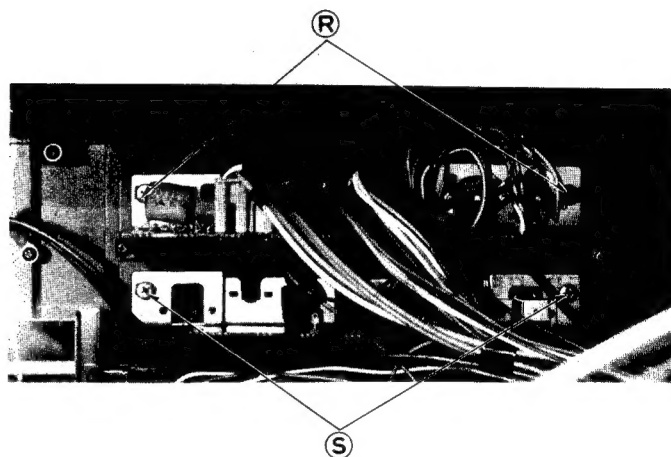

Fig. 7 Abb. 7
1. Remove 2 screws (R) shown in fig. 7.
1. Remove 2 screws (S) shown in fig. 7.
1. Die zwei Schrauben (R) in Abb. 7 entfernen.
1. Die zwei Schrauben (S) in Abb. 7 entfernen.